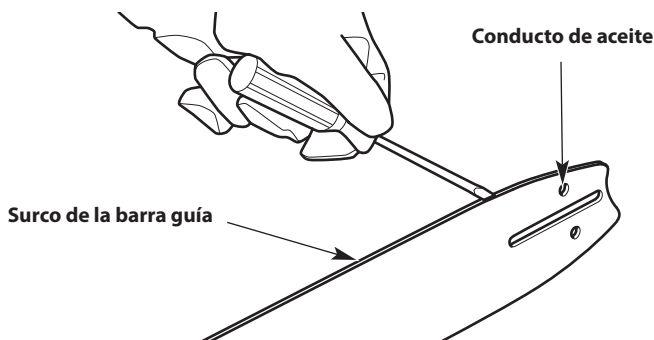
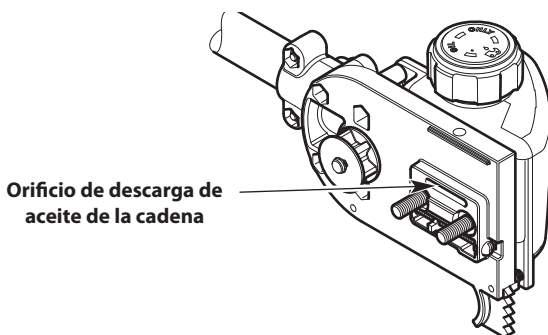

Fig. 23
Fig. 24
2. Limpie la canaleta de la barra de guía y los pasos de aceite siempre que se extraiga la cadena, cuando la unidad se ha usado mucho o cuando la cadena parece estar sucia. Use un destornillador, una espátula, un cepillo de alambre o similar para retirar los residuos de la canaleta de la barra de guía (Fig. 23). Utilice un alambre liso y pequeño para eliminar cualquier desecho del orificio de descarga de aceite de la cadena (Fig. 24).